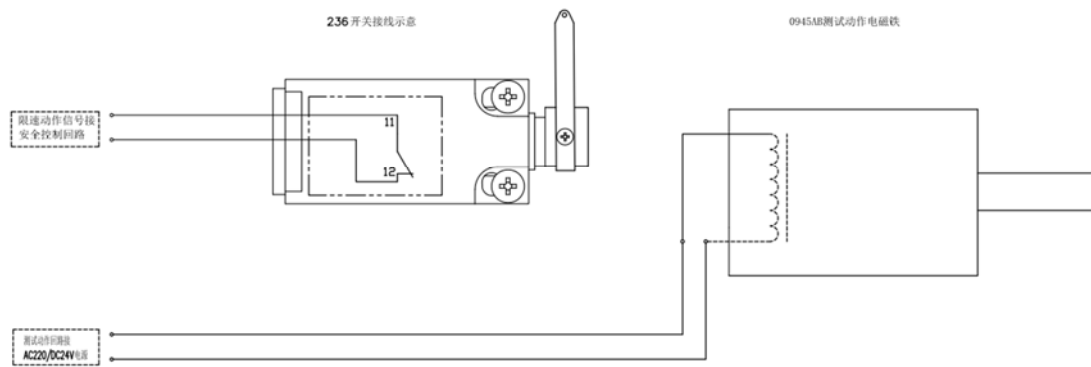

图 2
- 3、限速器上的箭头方向为轿厢下行运行方向。（见图 2 中箭头所示）。
6)限速器接线示意图参考图 2。